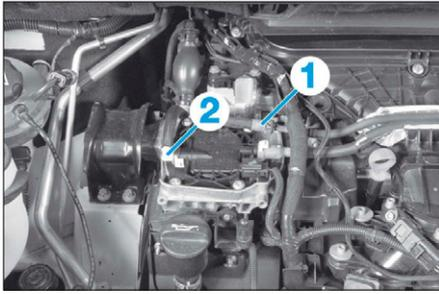

FIG. 98
- Désaccoupler le tuyau de retour (1) et d'alimentation carburant (2) (Fig.98).